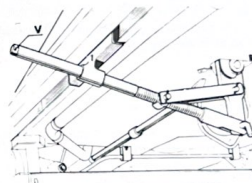

Fig. 7.3. Colocación correcta del útil "Sus 28" para contrarrestar la fuerza de torsión de las barras.
Montar en la palanca de anclaje el útil "Sus 28" (Fig. 7.2) y apoyar la escuadra (1) sobre el largero del vehículo (Fig. 7.3). Accionar el tornillo (V) del útil hasta que ésta quede tensa.